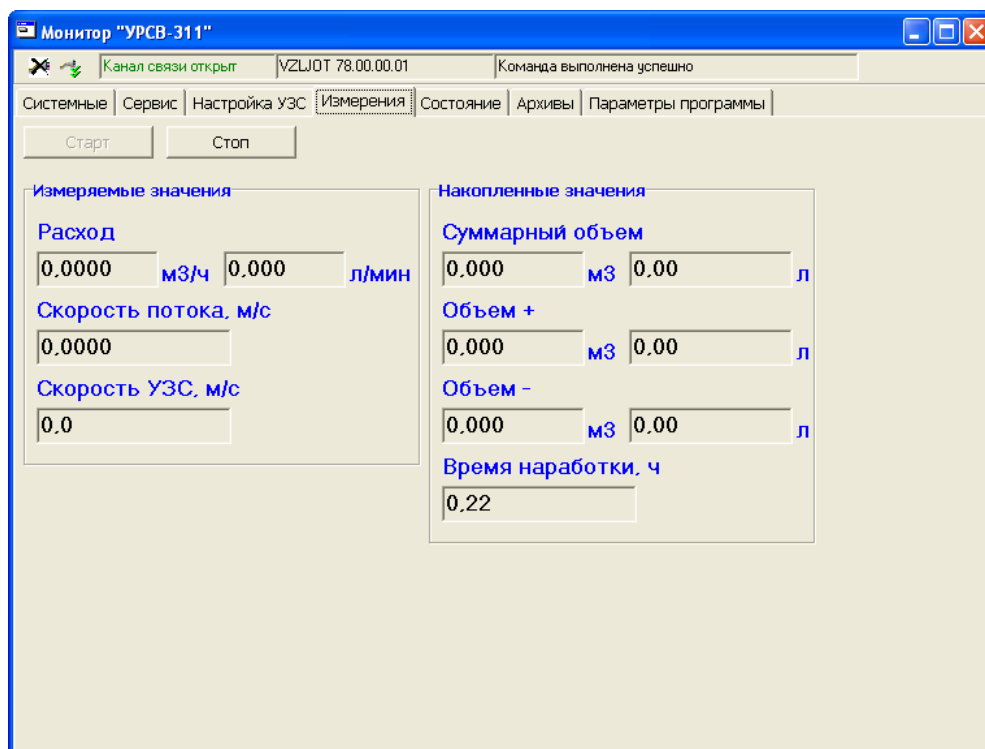

Рис.7. Окно «Измерения» программы «Монитор УРСВ-311».
2.5.4. Кликните мышкой по вкладке «Измерения». Окно программы примет вид (рис.7). Нажав на кнопку «Старт», можно просмотреть измеряемые параметры.